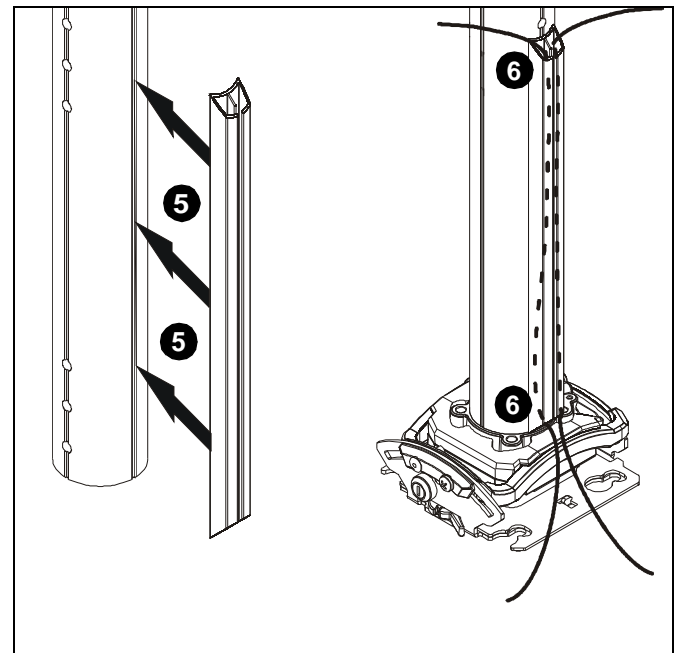

Figure 1
3. Installez et fixez le support (non inclus) à l'extrémité inférieure de la colonne d'extension (A) en suivant les instructions incluses avec le support.
4. Retirez l'adhésif situé à l'arrière du protège-câble (B).
5. Placez le protège-câble (B) sur la colonne (A) à l'emplacement souhaité. (voir la Figure 1)
6. Acheminez les câbles comme souhaité à travers le protège-câble (B). (voir la Figure 1)